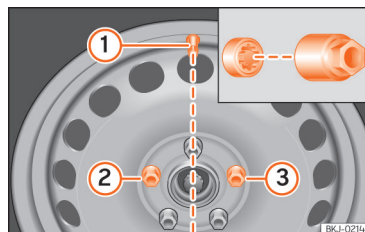

Fig. 247 Înlocuirea unei roți: ventilul anvelopei ① și poziția corectă a șurubului de blocare antifurt al roții ② sau ③.
La roțile cu capace integrate, șurubul de roată antifurt trebuie înșurubat în pozițiile »» fig. 247 ② sau ③, luând ca referință poziția ventilului anvelopei ①. În caz contrar nu este posibilă montarea capacului.